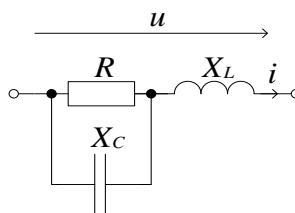

Рис. 68. Электрическая схема задания 10 (задача 2).
2. Для схемы (рис.68) в таблице 23 заданы сопротивления для первой гармоники и напряжение источника u . Найти ток i .